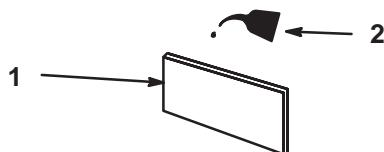

Bild 39
- C. Tränken Sie den Einsatz mit frischem Motoröl. (Bild 39). Drücken Sie den Einsatz, um überflüssiges Öl zu beseitigen.